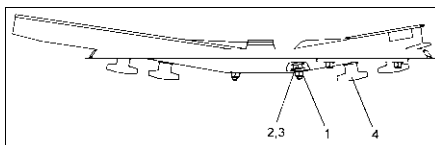

Fig. 39
- Lossa den självlåsande muttern (Fig. 39/1)
- Demontera brickan och bulten (Fig. 39/2,3)
- Lossa vingmuttern (Fig. 39/4) och byt spridarvinge.
- Den självlåsande muttern (Fig. 39/1) ska vara åtdragen så att utkastarvingen går att vrida för hand.